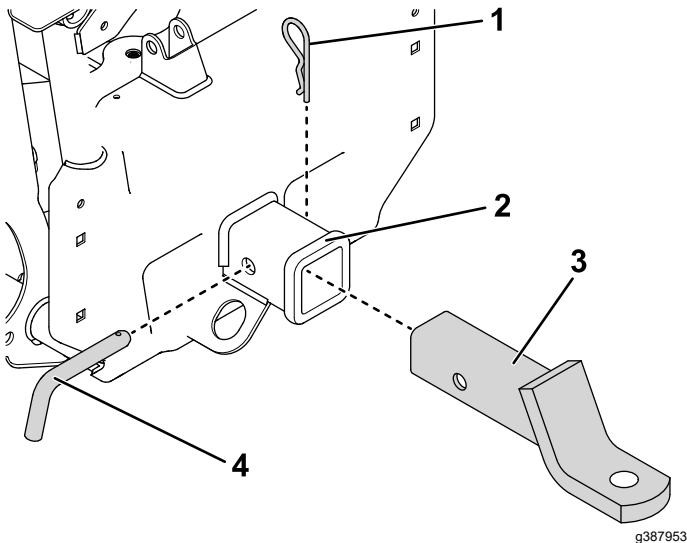

Figure 1
1. Insérez le support de la boule d'attelage sans le réceptacle situé à l'arrière de la machine (Figure 1).
2. Insérez la goupille d'attelage dans le trou du réceptacle et du support de la boule d'attelage. Fixez-la en position avec la goupille fendue (Figure 1).